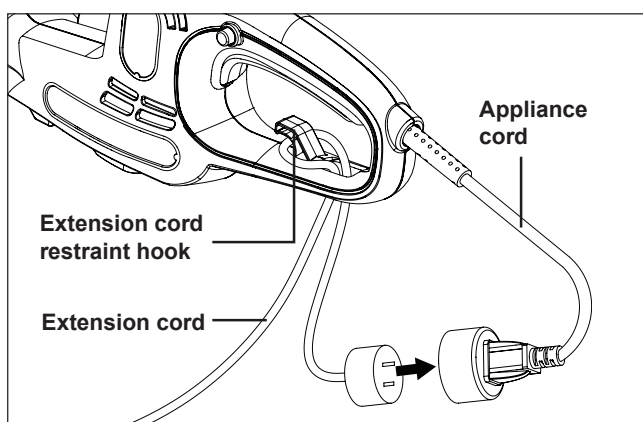

Fig. 1
2. Haga un bucle en el cable de extensión y empújelo hacia arriba a través del orificio en el asa y alrededor del gancho de sujeción del cable, luego conecte el cable de extensión al cable del aparato (Fig. 1).